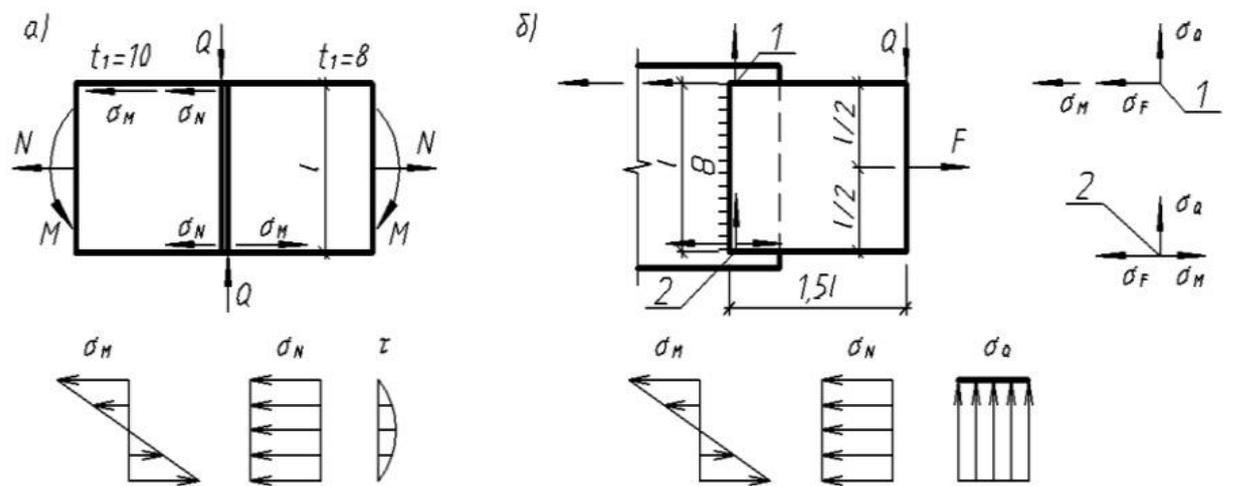

Рисунок 1.9 – К задачам 1.3–1.11
1.3. Определить величину и направление максимального напряжения в сварном шве (рисунок 1.9, а). Сварка – ручная, катет шва – 10 мм. Значения F и l принять по таблице 1.1. Сталь С235, $R_{wz} = 165$ МПа, $R_{wf} = 180$ МПа.
1.4. Определить катет шва в сварном соединении (см. рисунок 1.9, а). Сталь С255, сварка ручная, толщина соединяемых листов по 16 мм. Значения F и l принять по таблице 1.1, $c = 1$.
1.5. Определить величину и направление максимального напряжения в комбинированном шве (см. рисунок 1.9, б). Сварка ручная, катет швов – 10 мм. Как будет меняться величина наибольшего напряжения в случае приложения силы F по верхнему (нижнему) канту полосы? Значения F и l принять по таблице 1.1.
1.6. Определить катет шва в соединении (см. рисунок 1.9, б). Сталь С375, толщина обоих листов по 14 мм. Сварка ручная. Значение F и l принять по таблице 1.1, $c = 1$.
1.7. Уголок из стали С345 прикреплен ручной сваркой к листу (см. рисунок 1.9, а). Катеты швов по перу и обушке одинаковы и равны $kf = t - 2$ мм, где t – толщина уголка. Найти длины сварных швов по перу и обушке уголка, при которых в сварных швах не возникают напряжения от изгибающего момента. Значение F и профиль уголка принять по таблице 1.1, $c = 0,75$.
1.8. Уголок из стали С235 прикреплен ручной сваркой к листу по контуру (см. рисунок 1.9, г). Катет шва $kf = t - 2$ мм, где t – толщина уголка. Найти длины сварных швов по перу и обушке, при которых в сварных швах не возникают напряжения от изгибающего момента. Значение F и профиль уголка принять по таблице 1.1, $c = 0,75$.
1.9. Уголок из стали С235 приварен ручной сваркой к листу (см. рисунок 1.9, а). Катет шва $kf = t - 2$ мм, где t – толщина уголка. Длины швов: по перу уголка $l_p = 0,3b$, по обушке $l_o = 0,7b$ (b – ширина полки уголка). Найти предельную силу F из условия прочности сварного соединения. Профиль уголка принять по таблице 1.1, $c = 0,75$, электроды типа Э-42.
1.10. Определить катет сварного шва, которым опорный столик из стали С345 приваривается ручной сваркой к колонне (см. рисунок 1.9, а). Значения F и h принять по таблице 1.1, $c = 1$, $e = 0,6h$, электроды типа Э50.
1.11. Найти предельную силу F на консоль, выполненную из стали С285 (см. рисунок 1.9, а). Сварка ручная, катет шва – 8 мм, $c = 1$. Значение h принять по таблице 1.1, $e = 0,4h$, электроды типа Э46.